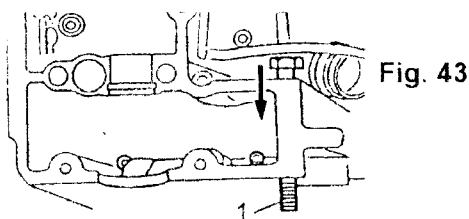

Fig. 43
Insertar el perno fijo (1) de la palanca de tensión en la culata de cilindros (Fig. 43)
**Nota:** Insertar antes de instalar el colector de admisión. Cambiar el empaque (1) por uno nuevo e instalar el muñón levadizo (2), la ménsula (3) del tubo de abastecimiento del filtro de aceite y el colector de admisión (4).